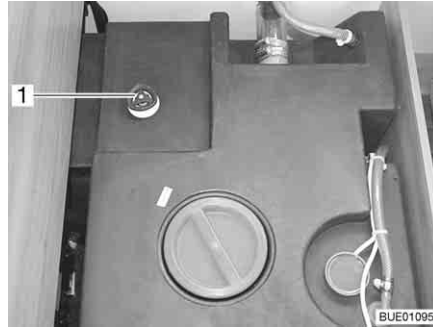

Fig. 238 Reservatório da água com manípulo rotativo
- No reservatório da água, gire o manípulo rotativo (Fig. 238,1) no sentido dos ponteiros do relógio até ao encosto.
- No reservatório da água, gire o manípulo rotativo (Fig. 238,1) em sentido contrário ao dos ponteiros do relógio até sentir resistência. A água sai até permanecerem ainda 60 litros.